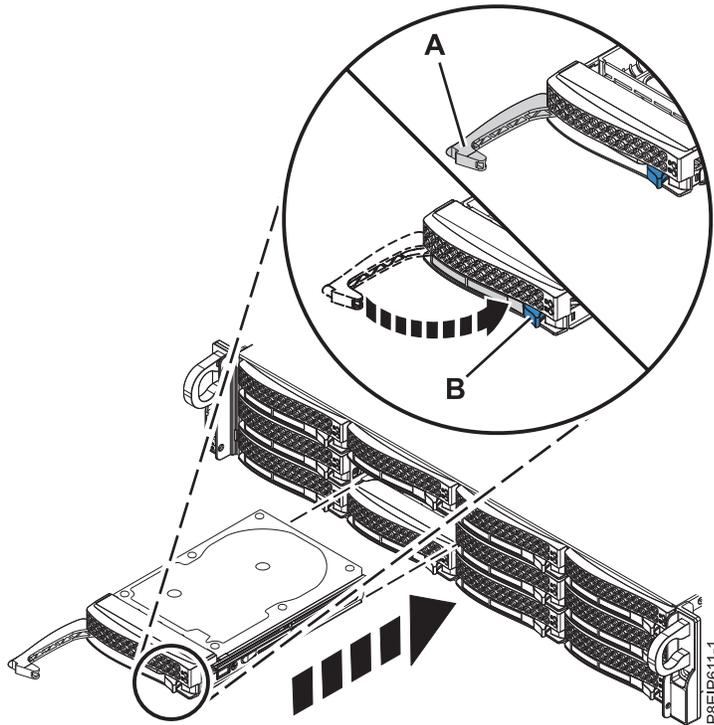

Abbildung 77. Detail zur Plattenlaufwerksperre
3. Lassen Sie den Griff an der Laufwerkposition (A) einrasten, indem Sie auf die Griffentriegelung drücken, bis diese einrastet (B) (siehe Abb. 77).